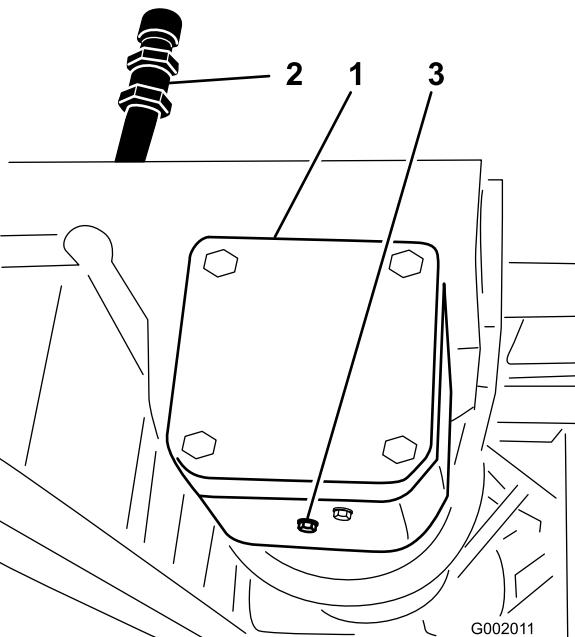

Figura 66
2. Mettete una bacinella sotto il tappo di spurgo, sulla scatola ingranaggi della trasmissione della pompa (Figura 66).
3. Togliete il tappo di riempimento ed il tappo di spurgo (Figura 66), e lasciate defluire l'olio nella bacinella.